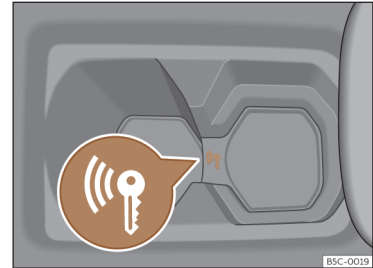

Fig. 155 Pe consola centrală: pornirea de urgență.
- Imediat după apăsarea butonului de pornire, amplasați cheia în suportul pentru pahare de pe consola centrală»» fig. 155, cât mai aproape de sigla Kessy.